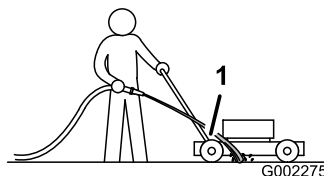

Figure 19
3. Tenez le tuyau d'arrosage à hauteur du guidon et dirigez le jet d'eau vers le sol, juste devant la roue arrière droite (Figure 19).